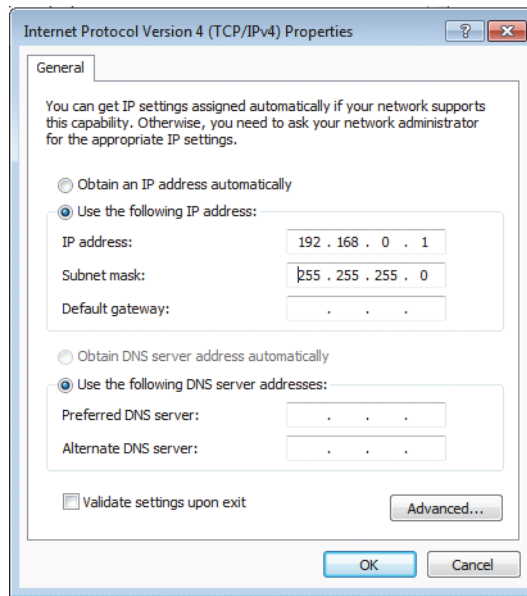

Figura 7-23 Cuadro de diálogo Internet Protocol Version 4 (TCP/IPv4) Properties (Windows 7)
7. En el cuadro de diálogo **Internet Protocol Version 4 (TCP/IPv4) Properties** [Propiedades del Protocolo de Internet versión 4 (TCP/IPv4)], seleccione **Use the following IP address** (Usar la siguiente dirección IP). Véase la Figura 7-23 en la página 234.